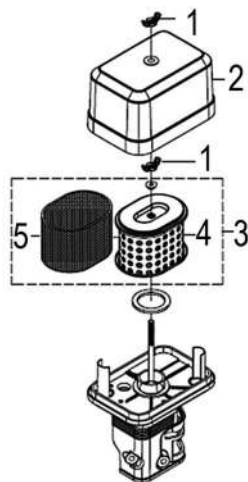

Рис. 18 Обслуживание воздушного фильтра РС1645RH
1. Открутите барашковую гайку (Рис. 18 п. 1) и снимите крышку воздушного фильтра (Рис. 18 п. 2).
2. Извлеките из корпуса воздушный фильтр (Рис. 18 п. 3).
3. Проверьте целостность и чистоту воздушного фильтра. Поролоновый (предварительный) фильтрующий элемент (Рис. 18 п. 5) установлен на корпусе бумажного (основного) фильтрующего элемента (Рис. 18 п. 4).
4. При незначительном загрязнении промойте поролоновый фильтрующий элемент (Рис. 18 п. 5) теплым мыльным раствором и просушите. Поврежденный или сильно загрязненный поролоновый фильтрующий элемент замените.
*Бумажный фильтрующий элемент (Рис. 18 п. 4) не подлежит очистке, необходима его замена. Не продувайте бумажный фильтрующий элемент сжатым воздухом, не промывайте его в бензине и других растворителях. Эксплуатация двигателя с грязным или поврежденным воздушным фильтром, или без воздушного фильтра приведет к попаданию грязи и пыли в карбюратор и двигатель, что в свою очередь, станет причиной его быстрого износа. Двигатель в этом случае не подлежит ремонту по гарантии.*